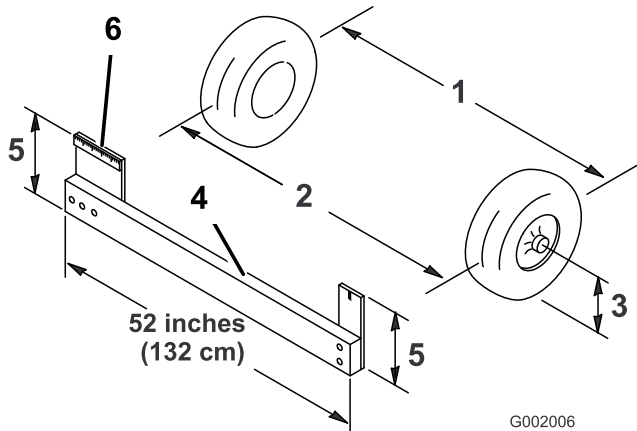

Bild 61
- Messen Sie den Abstand zwischen beiden Vorderreifen auf Achshöhe (an der Vorder- und Rückseite der Vorderreifen) (Bild 61). Eine Messlehre ist für das hintere Maß der Vorderreifen auf Achshöhe erforderlich. Benutzen Sie das gleiche Maß für das genaue Vermessen der Vorderseite der Vorderreifen auf Achshöhe (Bild 61).